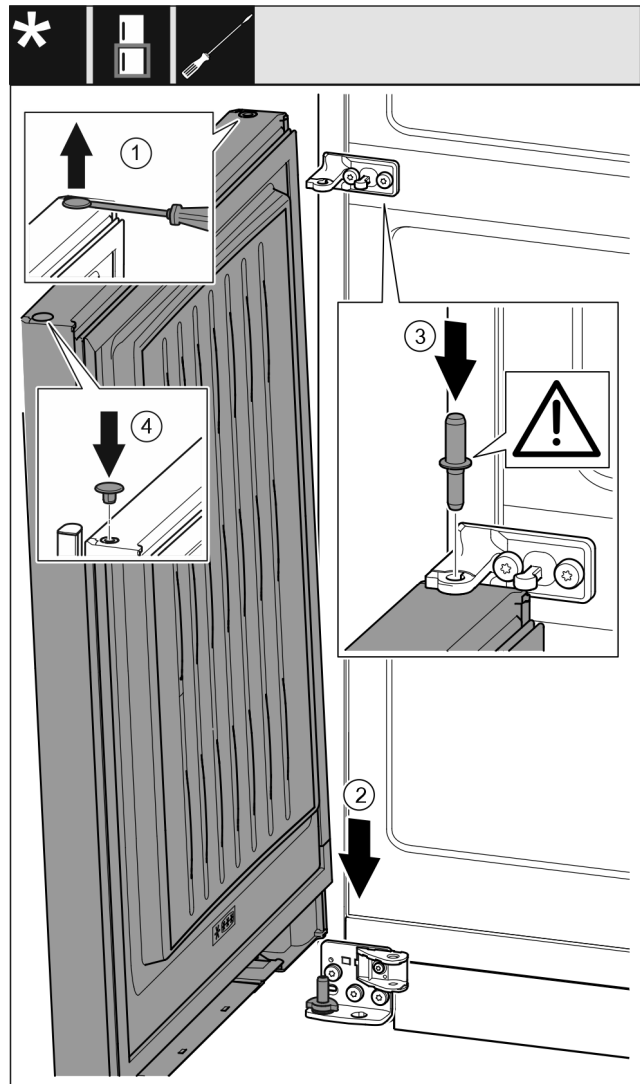

Fig. 41
- ▶ Plochým skrutkovačom opatrne nadvihnite a vyberte zátku. Fig. 41 (1)
- ▶ Dvere nasadíte zhora na dolný ložiskový čap. Fig. 41 (2)
- ▶ Ložiskový čap v strede nasadíte cez ložiskovú konzolu v strede do dolných dverí. Dbajte pritom na to, aby zaistovací doraz ukazoval smerom dozadu. Fig. 41 (3)
- ▶ Zátku opäť nasadíte na druhú stranu dverí. Fig. 41 (4)